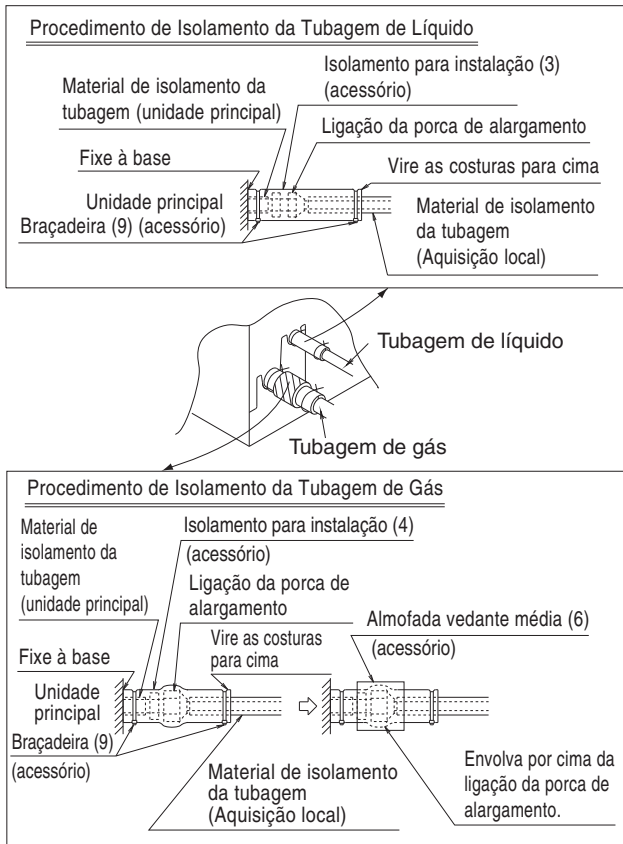

Fig. 8
- (2) Depois de terminado o trabalho, certifique-se de que não há fugas de gás.
- (3) Depois verificar a existência de fugas de gás, certifique-se de que isola as ligações do tubo, consultando a Fig. 8.
- Isole com o isolamento para instalação (3) (4) fornecido com os tubos de líquido e gás. Além disso, certifique-se de que o isolamento para instalação (3) (4) na tubagem de líquido e gás tem as suas costuras viradas para cima. (Aperte ambas as extremidades com uma braçadeira (9).)
- Para a tubagem de gás, envolva a almofada vedante média (6) no isolamento para instalação (4) (peça da porca de alargamento).